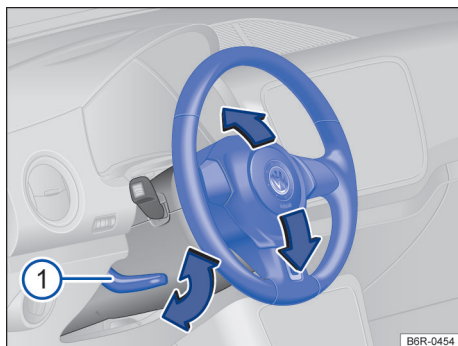

Fig. 57 Embaixo e a esquerda do volante junto com o revestimento da coluna de direção: alavanca de ajuste da posição do volante.
- Empurrar a alavanca para baixo → Fig. 57 ❶ . ➤